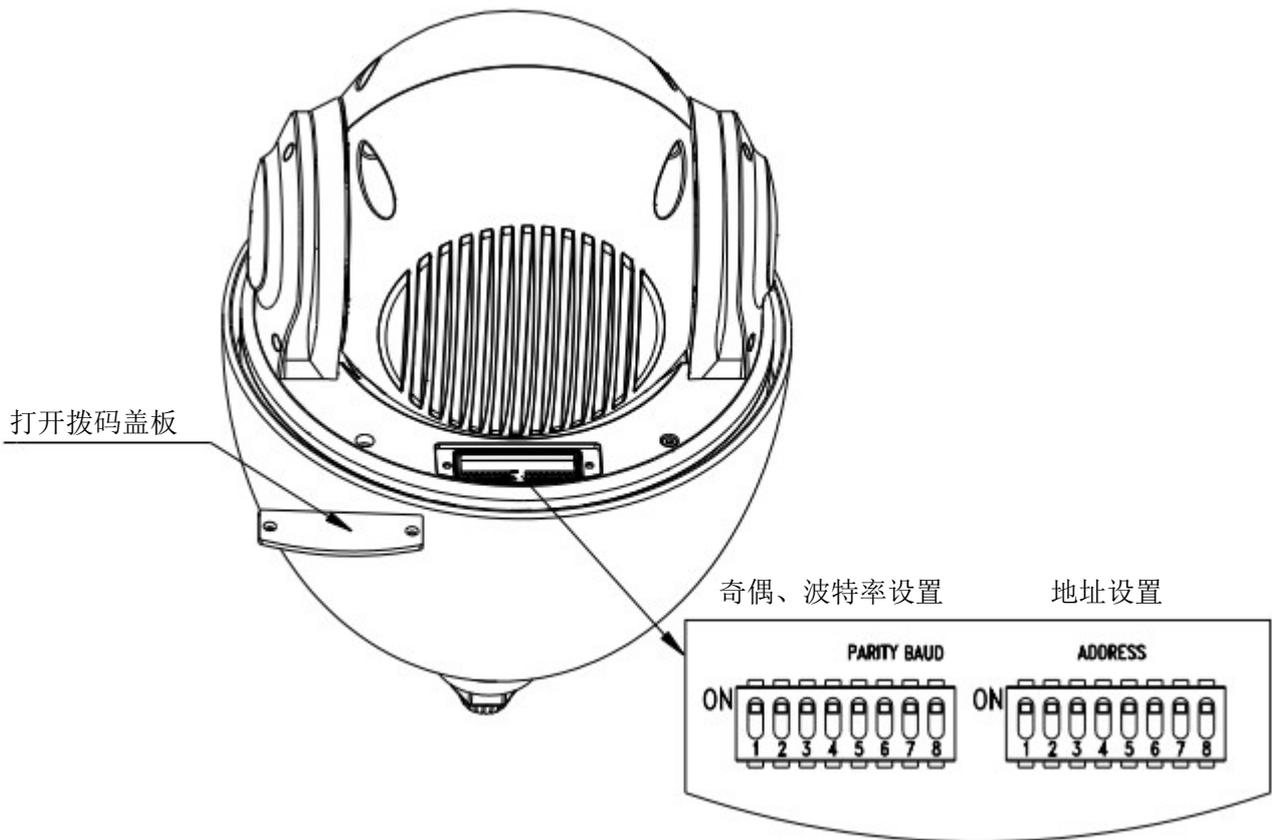

图1.3.2 拨码设置示意图
2、打开拨码盖板，可以看到PCB板上有两个拨码开关，分别用于确定奇偶校验、波特率和地址等参数（具体如图1.3.2所示，开关拨到ON为1）。波特率拨码开关中：1~8拨码号中的1~3为NC空挡位，4为120 Ω 匹配电阻设置位，ON为连接120 Ω 匹配电阻，5、6为奇偶校验设置位，7、8为波特率设置位。在地址拨码开关号码中，1为最低位，8为最高位。